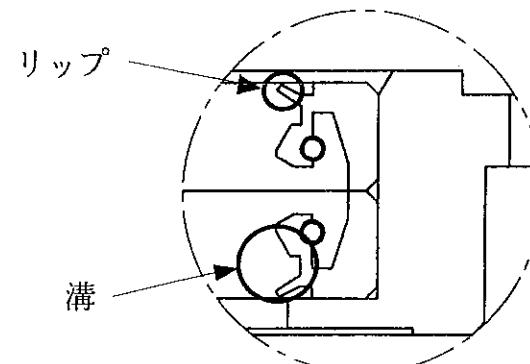

図 20-9
- ⑭シャフトをしっかりととした台（角材等）に下向きに立て、⑯ベアリングカバーをはめ込み、ベアリングに指定されたグリースを塗り、パイプ等とリッヂハンマーを使いしっかりと⑭シャフトに入れ込みます。ベアリングカバーをシャフトにはめ込む際、オイルシールのリップ面が外側に向いていることを確認して下さい。（図20-9）